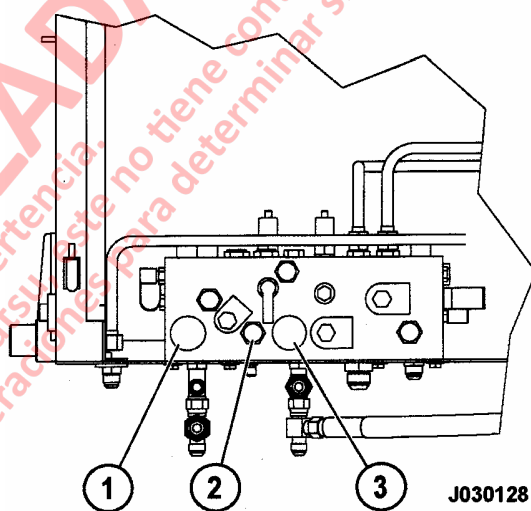

FIGURA 3-1. MULTIPLE DE FRENOS
La válvula de frenos es una válvula de modulación de presión que se acciona en forma mecánica a través del pedal de freno en la cabina del operador o en forma hidráulica a través de la válvula de aplicación automática (2, Figura 3-1) en el gabinete de freno hidráulico.
2. Coloque la palanca de control direccional en PARK (Estacionar) y gire el Interruptor Rest a ON. Gire el interruptor de partida a OFF para apagar el motor y espere 90 segundos para que los acumuladores del sistema de la dirección purguen. Abra las válvulas de purga (1) y (3, Figura 3-1) para purgar los acumuladores de freno.
4. Con el motor apagado y el interruptor de partida en OFF, abra ambas válvulas de purga del acumulador del freno (1) y (3, Figura 3-1). Precargue ambos acumuladores de frenos a 9650 kPa (1400 psi). Consulte Procedimiento de Carga del Acumulador más adelante en esta sección.